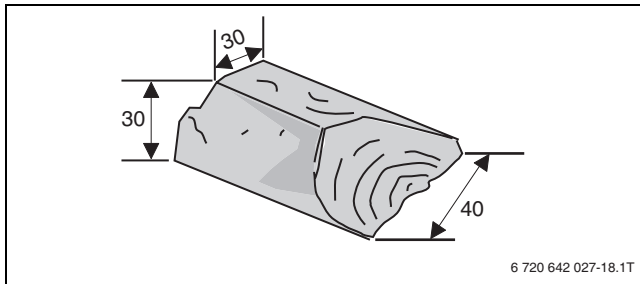

Fig. 32 Esempio: misure ceppo di legno (tutte le misure in mm)
- Aprire la porta del vano di carico fino alla posizione d'arresto (→ fig. 32, pag. 32) e attendere ca. 10 secondi, in modo che si riduca la quantità di gas scaldanti all'interno del vano di carico.